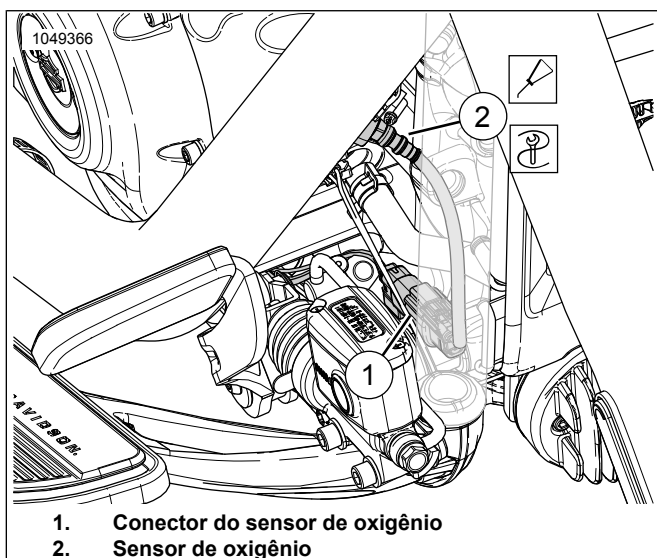

Figura 21. Sensor de oxigênio dianteiro
Veja Figura 21. Solte o conector do sensor de oxigênio dianteiro (1) do chicote de fios principal.